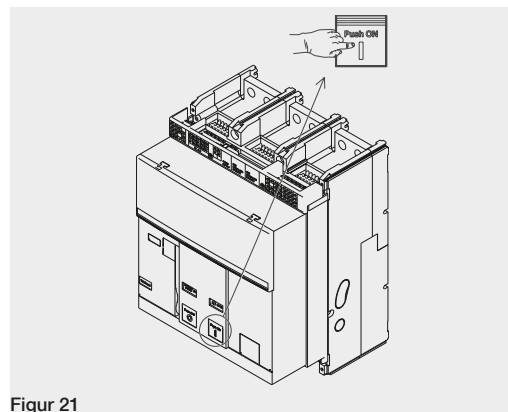

Figur 19
2. Spänna fjädrarna – Dra spaken [A] nedåt flera gånger tills enheten som signalerar att fjädrarna är spända [B] är "gul – CHARGED SPRING" som angivet i Figur 19.